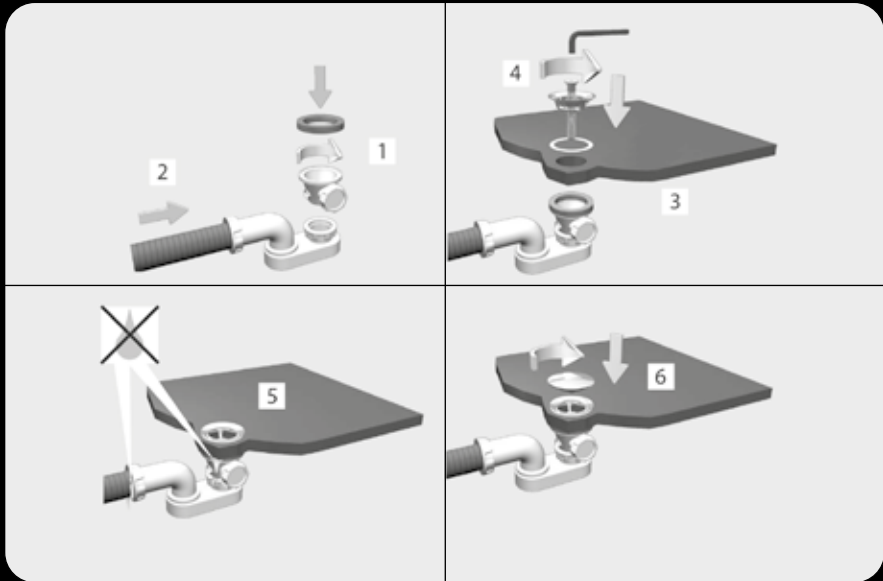

Fig.2
- Monteer de afvoer (kit) op de badkuip zoals afgebeeld in de afbeeldingen (zie Fig. 2) en volgens de instructies van de fabrikant van de afvoerkit.